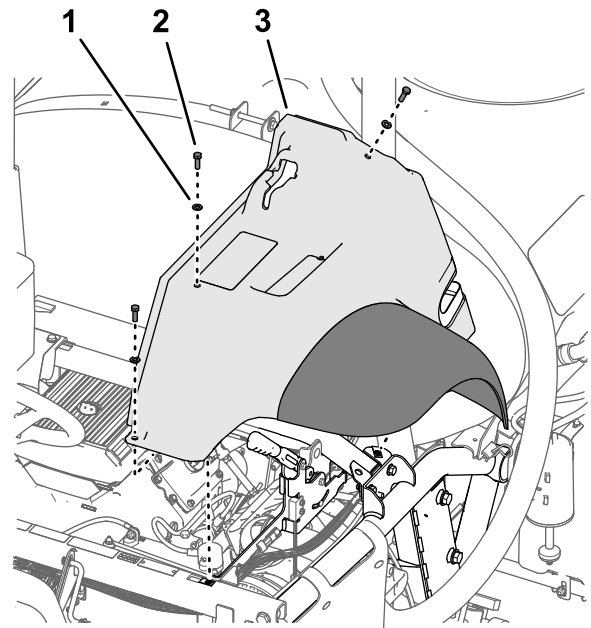

Figure 9
2. Retirez les 3 boulons (5/16 x 1") et les 3 rondelles (5/16") qui fixent l'aile au cadre de la machine (Figure 9).